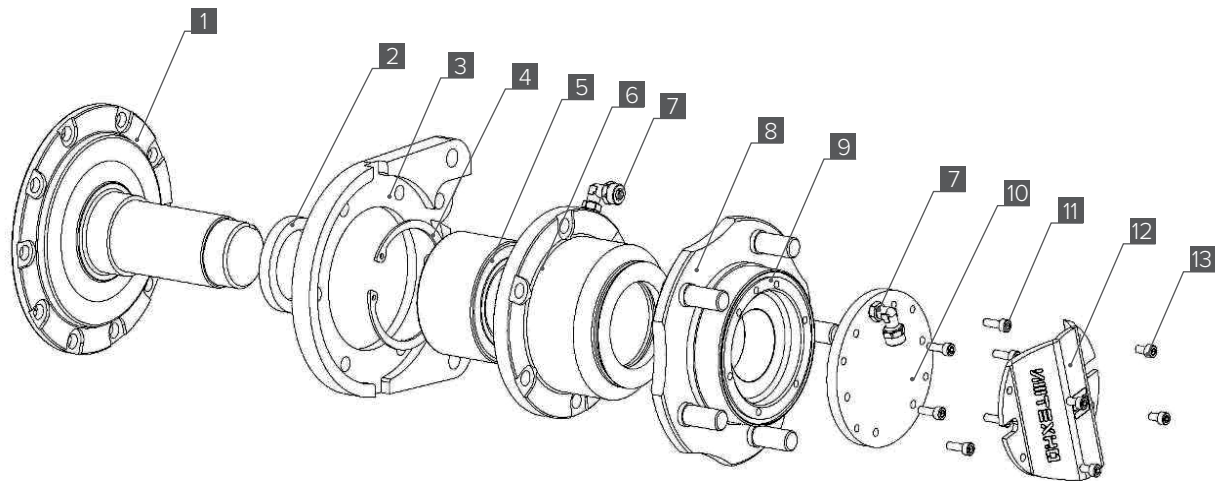

Рис. 1
**Элементы бортового вала редукторного моста УАЗ (Рис. 1):**